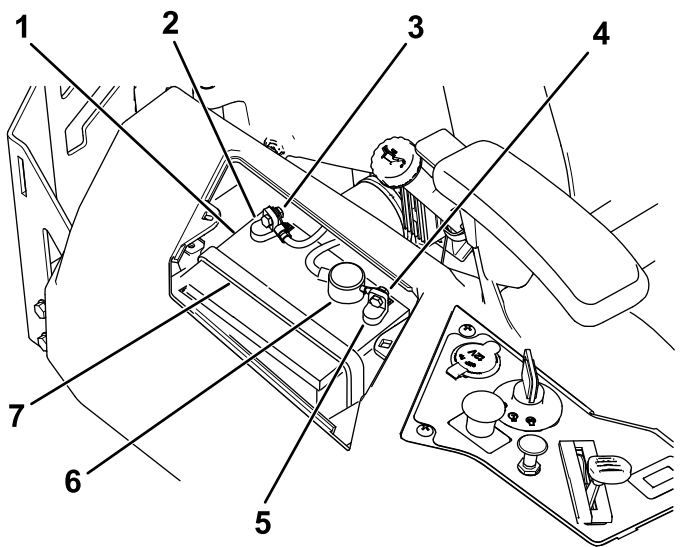

Figura 57
4. Desligue o cabo negativo (preto) do pólo da bateria (Figura 57).
6. Desligue o cabo positivo (vermelho) do pólo da bateria (Figura 57).
7. Retire o suporte da bateria (Figura 57) e levante a bateria para a retirar da respetiva plataforma.
1. Posicione a bateria no tabuleiro (Figura 57).
5. Prenda a bateria ao suporte (Figura 57).